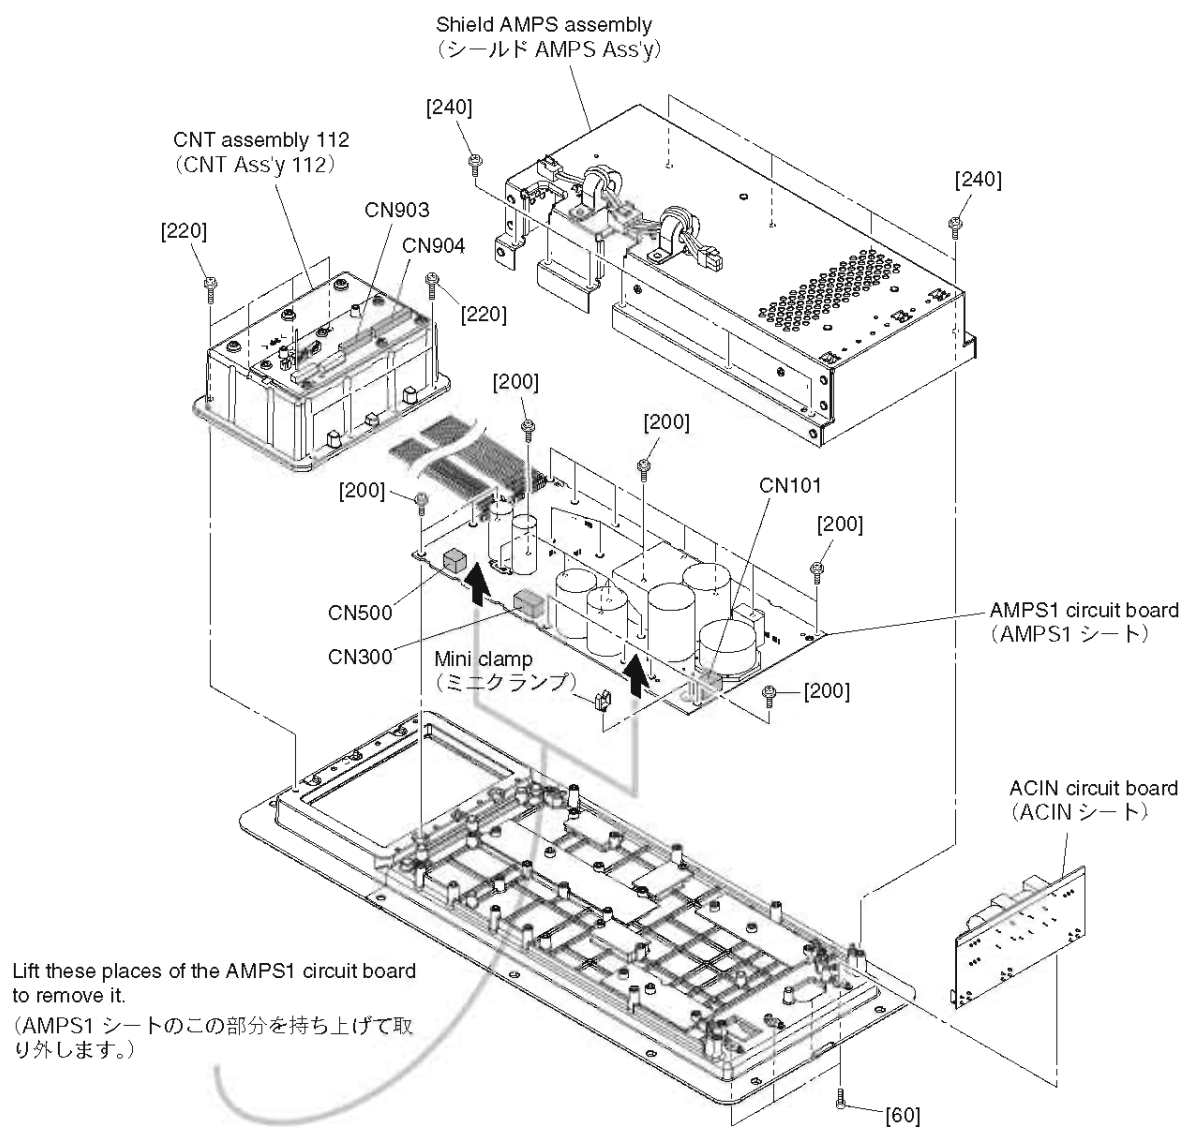

Fig. 1 (図 1)
- 4-2. BRG3 シートのコネクタ CN903、CN904 からジャンパーリードを外します。(図 1)
- 4-3. [220] のネジ 8 本を外して、CNT Ass'y 112 を外します。(図 1)